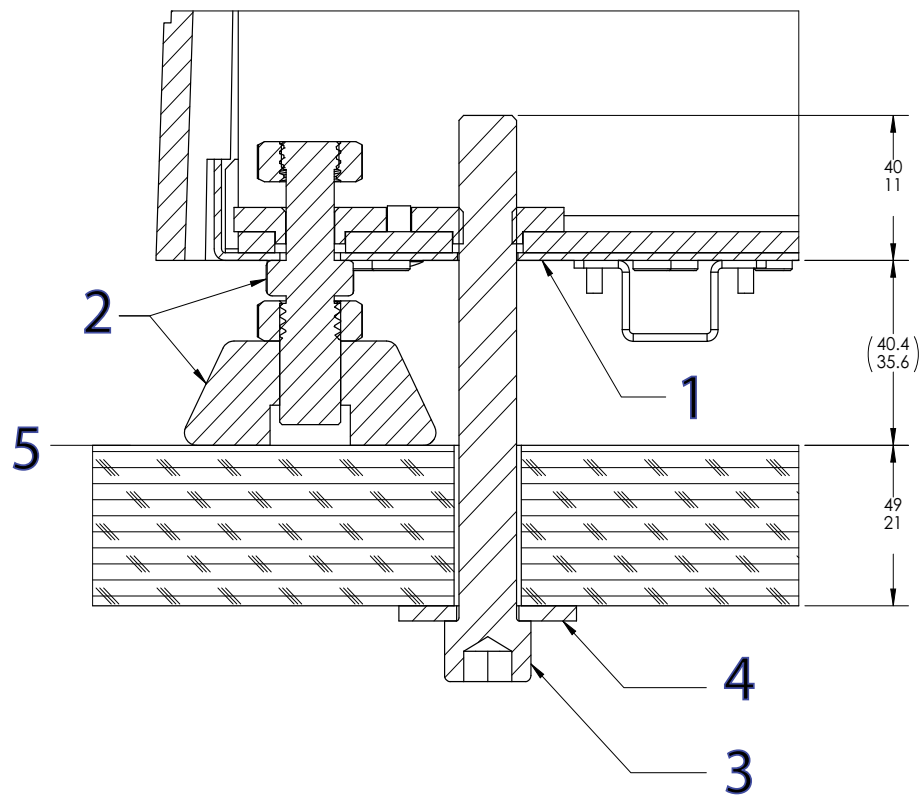

Abbildung 17. Befestigung des Rahmens am Tisch
Legende für Abbildung 17
3. Montieren Sie jede Schraube und die Unterlegscheibe in Übergröße wie in Abbildung 17 auf Seite 73 dargestellt.